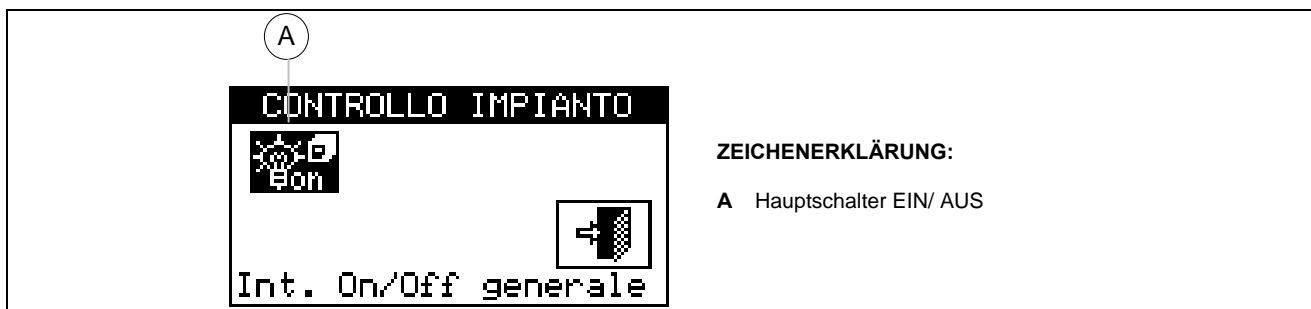

Abbildung 4 – BILDSCHIRMBEISPIEL FÜR ANLAGENSTEUERUNG TWW BASIS ODER TRENNBAR
- 4 - In beiden Fällen (“Steuerung Betrieb TWW Basis” und “Steuerung Betrieb TWW trennbar”) erscheint am Display die Bildschirmseite aus Abbildung 4.